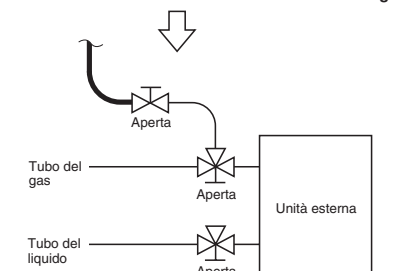

Fig. 8-6
- Se la quantità di refrigerante addizionale non può venire caricata tutta in una volta, caricare quella rimanente in forma liquida usando la valvola di servizio del tubo del gas con sistema nella modalità di raffreddamento al momento della prova di funzionamento. (Fig. 8-6)